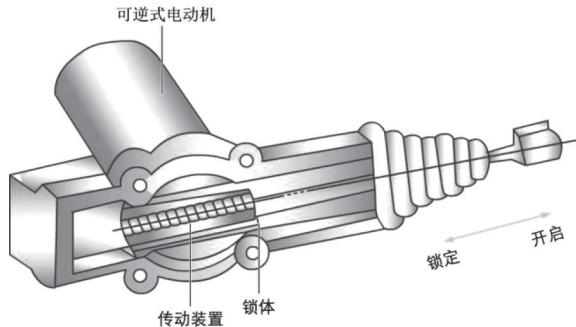

图 1-1-5 电动机式自动车门锁
(2) 电动机式自动车门锁。其结构如图 1-1-5 所示，该锁由可逆式电动机、传动装置及锁体构成，其工作原理：由电动机带动齿轮齿条或螺杆螺母进而驱动车门的锁闭或开启。这种锁的优点是体积小、耗电量小及动作较迅速；不足处在于，打开或关闭车门之后，若因疏忽通电，易烧毁电动机，现有的车型也因此基本都添加了保护电路。